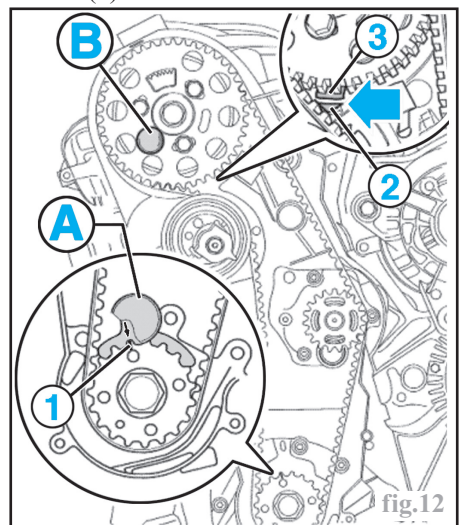

fig.12
dans l'alésage du porte bague d'étanchéité avant. Dans cette position, le repère de la roue dentée (1) et celui de l'outil (A) doivent être alignés (Fig.12).
- Les vis de fixation de la roue dentée d'arbre à cames soient desserrées et que son moyeu soit pigé, outil (B) (Fig.12).
- La roue dentée de vilebrequin soit immobilisée à l'aide de l'outil (A) (extrémité de l'axe enfoncée dans l'alésage du porte-bague d'étanchéité et repères (1) sur la roue dentée et l'outil alignés).
Remettre en place l'outil de calage de la roue dentée de vilebrequin puis tourner lentement le vilebrequin, afin que l'extrémité de l'axe de l'outil (A) s'engage dans l'alésage du porte-bague d'étanchéité (repères (1) sur la roue dentée et l'outil alignés) (Fig.12).